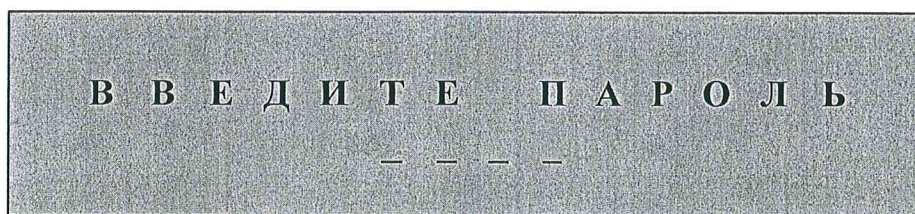

Рисунок 13 – Запрос ввода пароля
7.8.2 При любой попытке работы с клавиатурой на ЖКИ «выводится» запрос, приведенный на рис. 13.
С помощью кнопок клавиатуры введите пароль. Если пароль введен правильно, то на ЖКИ появится настроечное меню, в противном случае на индикаторе вновь появится запрос ввода пароля (рис. 13).